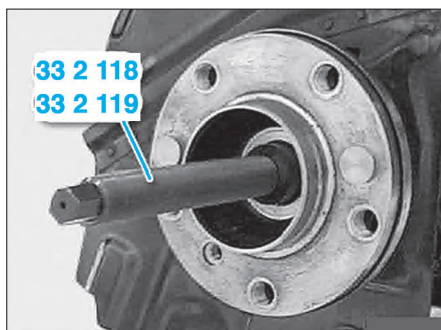

FIG. 15
- visser l'outil 33 2 118 / 33 2 119 sur le demi-arbre de roue (Fig.15).